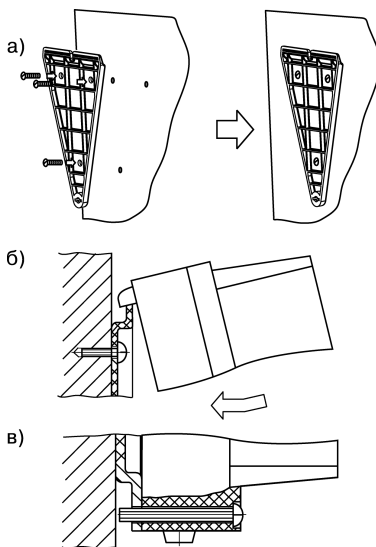

Рисунок 7.1 – Установка прибора настенного крепления
- 1) Кронштейн закрепляется тремя винтами М4 на поверхности, предназначенной для установки прибора (см. Приложение А и рисунок 7.1, а).
- 2) Крепежный уголок зацепляется на задней стенке шкафа за верхнюю кромку кронштейна (рисунок 7.1, б).
- 3) Прибор прикрепляется к кронштейну винтом М4 × 35 из комплекта поставки (рисунок 7.1, в).